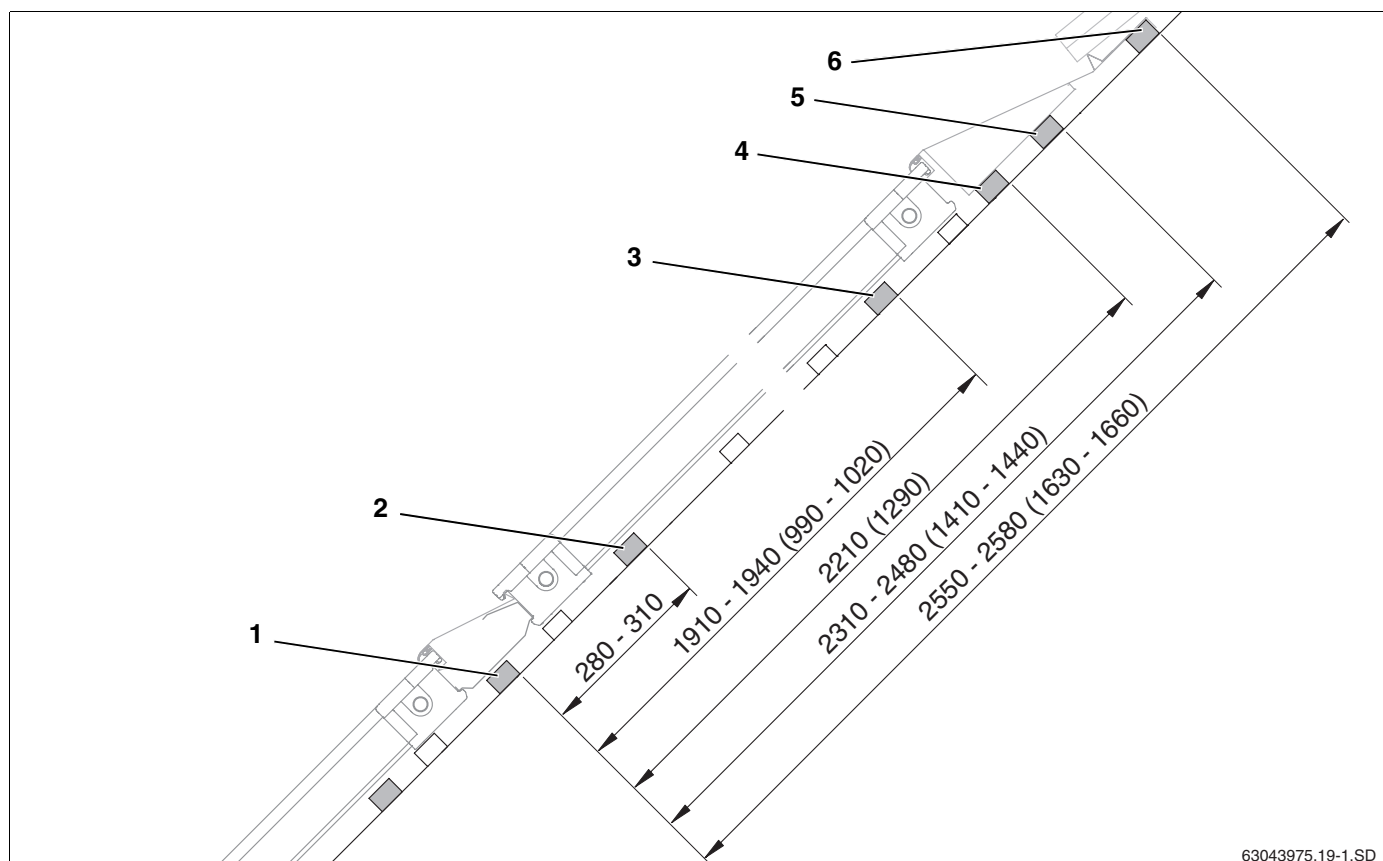

Fig. 15 Distâncias das ripas de telhado adicionais no caso da montagem de filas múltiplas (medidas em mm, valores entre parêntesis = horizontal)
A quarta ripa de telhado adicional da montagem de uma fila é, ao mesmo tempo, a primeira ripa de telhado da fila imediatamente sobreposta (fig. 15, **item 1**) e é necessária para a protecção contra deslizamento da fila de colectores superior.
- ▶ Aplicar a segunda ripa de telhado para os grampos de fixação lateral (fig. 15, **item 2**).
- ▶ Aplicar a terceira ripa de telhado em cima, para os grampos de fixação lateral (fig. 15, **item 3**).
- ▶ Aplicar a quarta ripa de telhado para apoiar a cunha em esferovite das chapas de cobertura superiores (fig. 15, **item 4**).
- ▶ Aplicar a quinta ripa de telhado para apoiar as chapas de cobertura superiores (fig. 15, **item 5**).
- ▶ Aplicar a sexta ripa de telhado para apoiar e fixar as chapas de cobertura superiores (fig. 15, **item 6**).